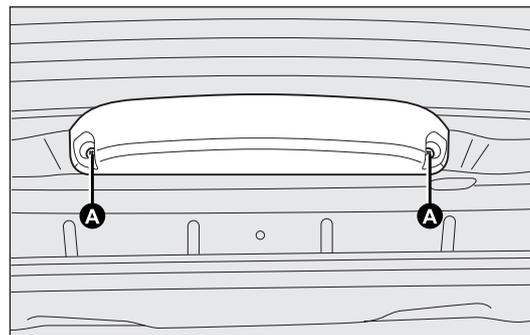

fig. 158
- per versioni con portellone, svitare le due viti di fissaggio A-fig. 158 ed estrarre il gruppo;